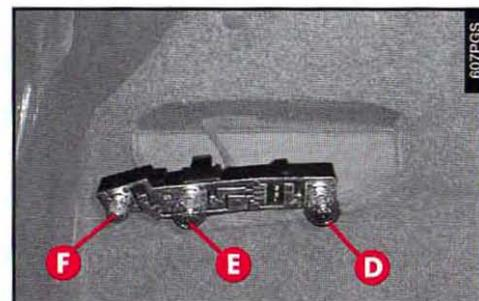

fig. 60
– Enlever et remplacer l'ampoule concernée (de type sphérique à baïonnette) en la poussant légèrement et en la tournant dans sens contraire des aiguilles (**fig. 60**):